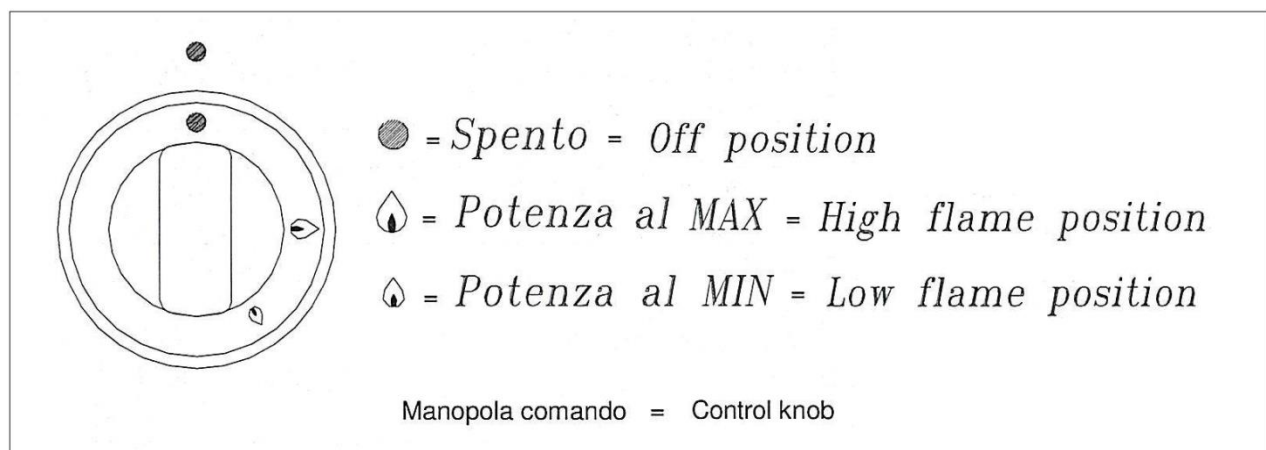

Fig.7 - Pic.7 - Abb.7
- Eventuell die MIN. Leistung (kleine Flamme) einstellen. Siehe Abb.7.